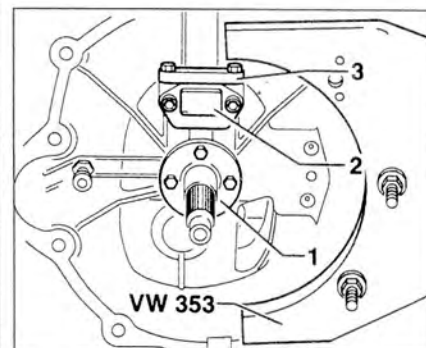

Рис. 5.27. Открутите болты крепления направляющей втулки 1 и снимите ее.
4. Открутите болты крепления направляющей втулки 1 и снимите ее (рис. 5.27).
33. Установите уплотнительное кольцо и три блокировочных пальца в направляющую втулку вилок переключения передач сплюснутой стороной в вилки переключения передач (рис. 5.27). Установите два шарика, смазанные вязкой смазкой, в плиту 3 и закрепите плиту на направляющей втулке. Затяните болты крепления рукой. Закрепите направляющую втулку с крышкой 2 в соответствии с метками, сделанными во время снятия. Затяните болты крепления плиты 3 до 20 Нм. Установите направляющую втулку 1 и затяните ее. Смажьте подшипник выключения сцепления, направляющую втулку подшипника и шлицы первичного вала смазкой G 000 100. Установите рычаг выключения сцепления с подшипником на направляющую втулку и шаровую головку.
Внимание! В зависимости от типа коробки передач передняя направляющая втулка может быть установлена с плитой 3 поверхностью вверх либо вниз (рис. 5.27).